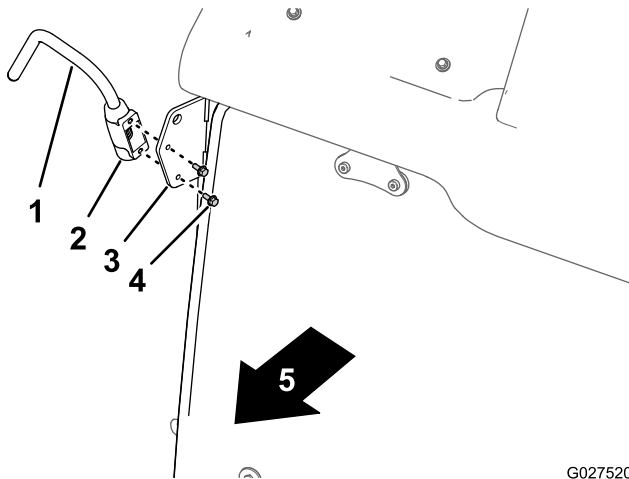

Figure 4
2. Alignez le support de montage du bras de support et la patte de montage du rétroviseur sur le montant A de la cabine (Figure 4).
3. Fixez le bras de support sur le montant au moyen de 2 boulons à embase (M6 x 16 mm), comme montré à la Figure 4.